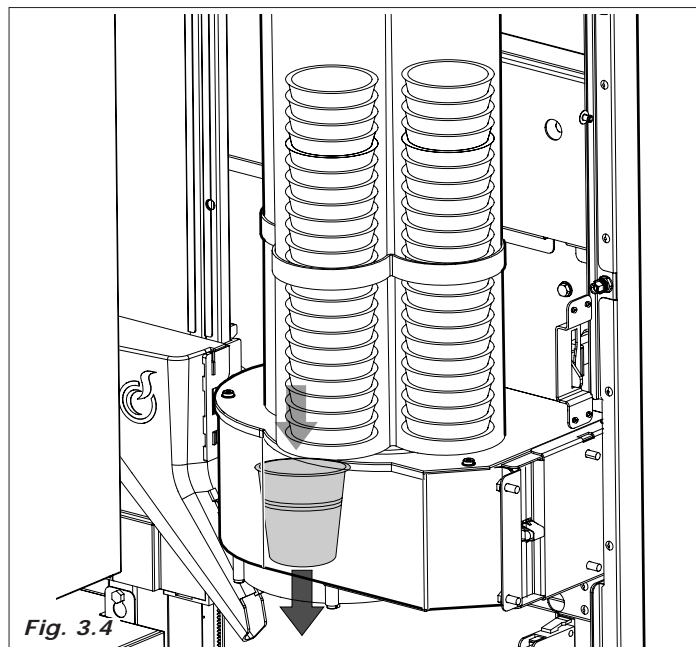

Fig. 3.4
- motor no interno do cup dispenser movimenta os dispositivos a caracol para separar e deixar cair o copinho no aposito alojamento (Fig. 3.4)